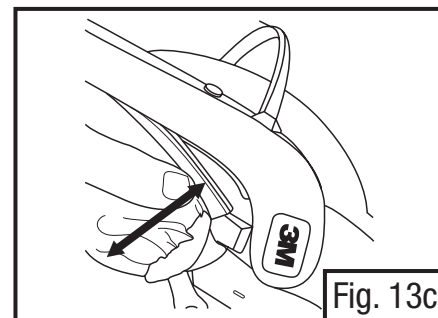

Fig. 13c
- Agarre firmemente a junta da vedação facial e devagar puxe para fora em pequenas áreas, trabalhando em torno da vedação da face (Fig. 13c).
- Na vedação da face, localize o lado com o “laço” de tecido, o qual é costurado no elástico. Segure a vedação da face e com este lado para cima, segure com firmeza a vedação preta na vedação da face e alinhe com a extremidade da ranhura na borda do visor. Começando por uma das extremidades, pressione a vedação com firmeza para dentro da ranhura em pequenas áreas, trabalhando em torno da vedação da face (Fig. 13c). As duas nervuras da vedação devem estar totalmente inseridas na ranhura.